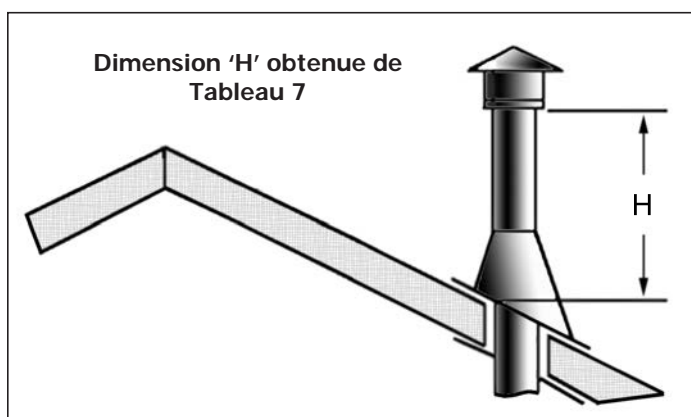

Figure 38: Hauteur de la terminaison verticale; Tableau de référence 7.
ÉTAPE 6. Une fois que les sections de tuyau ont été assemblées et remontées par le trou dans le toit, passez une courroie coudée sur les sections exposées, pliez les courroies de support vers l'extérieur et abaissez la courroie coudée au niveau du toit, comme indiqué dans Figure 38. Serrez le collier autour de la section de tuyau. Utilisez un niveau pour vous assurer que le tuyau est vraiment vertical. Avec des clous à toiture, fixez les sangles de support au toit. Scellez les têtes des trous avec du mastic non durcissant. Coupez la longueur excédentaire des sangles de support qui dépassent du bord du solin.
ÉTAPE 8. Continuez d'ajouter des sections de tuyau jusqu'à ce que la hauteur du capuchon de ventilation respecte les exigences minimales du code. Reportez-vous à la Figure 38 et au Tableau 7. Notez que pour les pentes de toit raides, la hauteur de ventilation doit être augmentée. Par vent fort, les arbres à proximité, les lignes de toit adjacentes, les toits à forte pente et d'autres facteurs similaires peuvent entraîner un faible tirant d'eau ou un tirant d'eau inférieur. Dans ces cas, l'augmentation du niveau de ventilation peut résoudre le problème.
ÉTAPE 9. Glissez le collet de solin par-dessus le tuyau et poussez-le vers le haut du solin de toit, comme illustré à la figure 38. Utilisez du mastic non durcissant autour du joint entre le tuyau et le collet de solin.